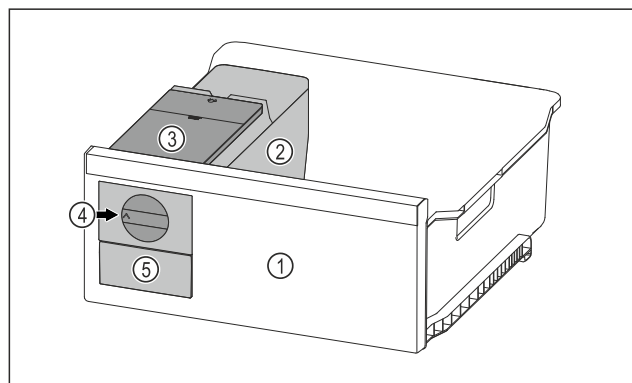

Fig. 127 Príklad zobrazenia
- Otočný gombík Fig. 127 (4) otočte v smere hodinových ručičiek až na doraz.
- Kocky ľadu vypadávajú z misky na kocky ľadu do zásuvky na kocky ľadu Fig. 127 (5).